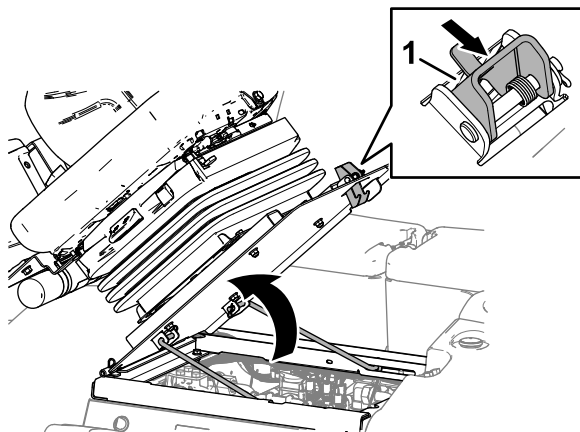

Figure 51
1. Déplacez le verrou du siège vers l'extérieur (Figure 51).